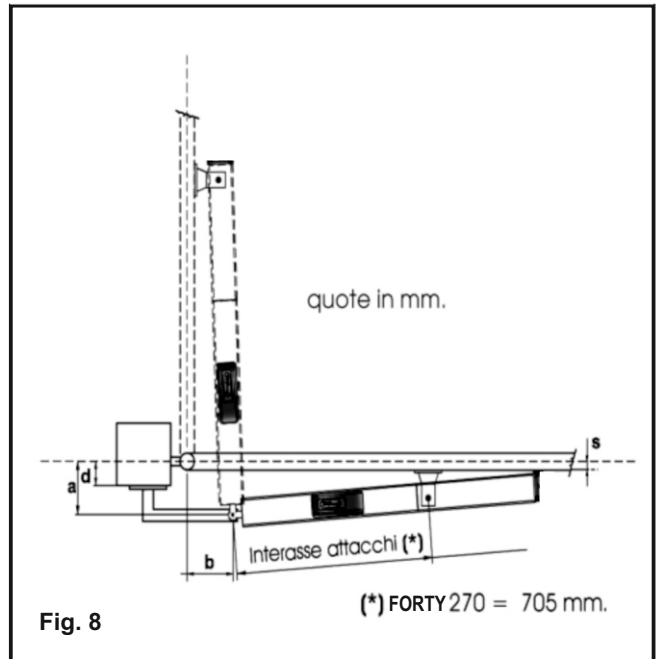

Fig. 8
**3.3. FISSAGGIO ATTUATORE FORTY CON APERTURA CANCELLO VERSO L'ESTERNO (fig. 8)**